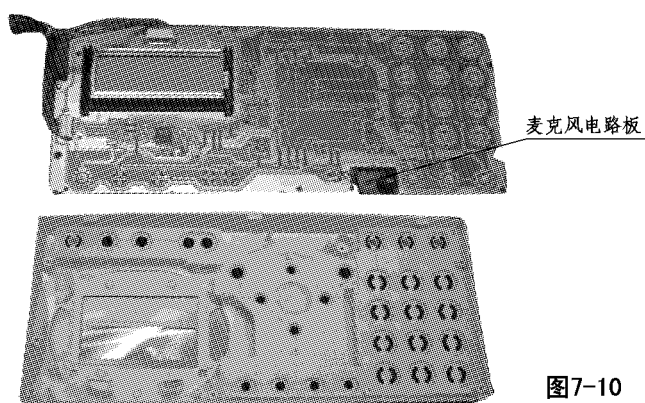

图7-10
- g) 拆卸CN23和LCD (图7-10)
- h) 用电烙铁拆卸麦克风电路板和地线 (图7-10)